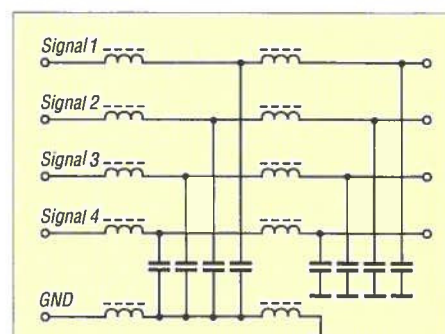

Bild 7: Diese doppelte Abblockung hält symmetrische Ströme eines mehrpoligen Kabels von der Schaltung fern.
- Der Nutzer tut sich schwer, symmetrische Ströme in Kabeln zu dämpfen. Es kann deshalb sinnvoll sein, die Anschlüsse nicht nur zu verdrosseln und gegen die Schaltungsmasse abzublocken. Eine Schaltung nach Bild 7 ist zumindest einen Versuch wert. Sie hält die symmetrischen Ströme innerhalb eines Kabels von der Schaltungsmasse fern.